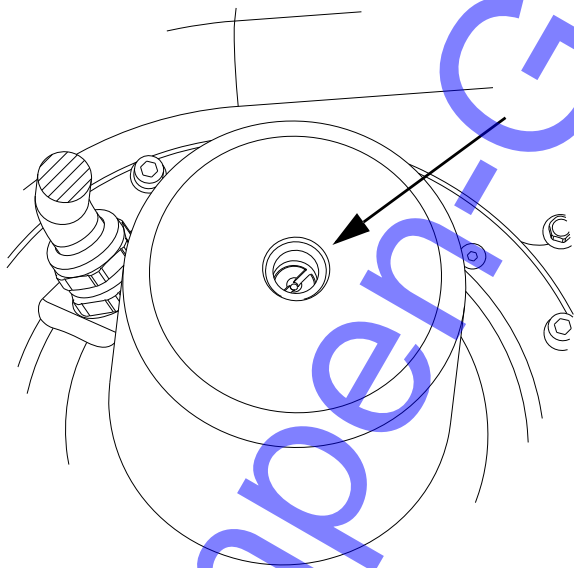

Abb. 32 Oberes Ende der Motorwelle mit Schlitz
- Das obere Ende der Motorwelle ist jetzt sichtbar. Siehe Abb. 32. Prüfen, ob sich der Rotor und das Laufrad frei drehen lassen. Dazu die Welle mit Hilfe eines Schlitzschraubendrehers drehen.